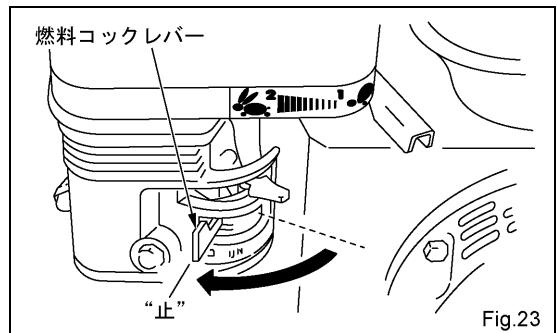

Fig.23
(3) 燃料コック
- ・燃料コックレバーを“止”の位置に合せます。(Fig.23)